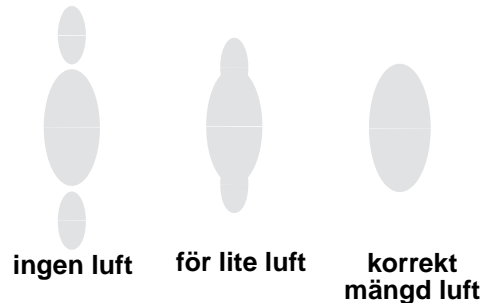

FIG. 5. Problem med sprutmönster
2. Se FIG. 5. Ställ in finfördelningslufttrycket till cirka 35 kPa (0,35 bar, 5 psi) vid aktivering. Kontrollera sprutmönstret och öka sedan lufttrycket sakta tills svansarna finfördelas helt och dras in i sprutmönstret. Överskrid inte 0,7 MPa (7 bar, 100 psi) lufttryck till pistolen.